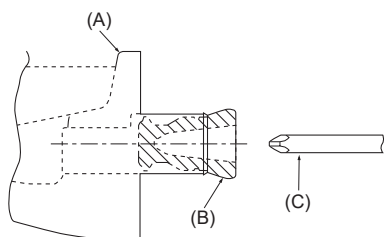

Fig. 5-1
- For rørlædningen i venstre side skal gummipropen sættes i højre drænbåning. (Fig. 5-1)
- (A) Drænplade